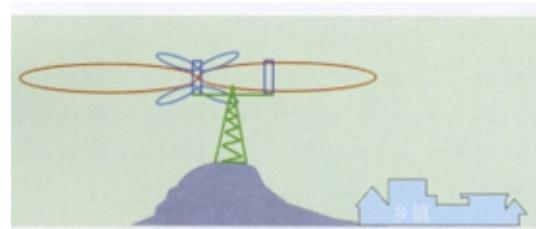

图3 产生“塔里黑”现象的天线安装示意图
(1) 在一些话务量较低的乡镇基站的建设中，往往是按照这样的思路来选择站点的，那就是无线信号要覆盖得远，信号覆盖要兼顾乡镇和公路，因此许多站点都选择在比较高的山顶上，而这些基站又都是全向站，这样一来就忽略了一个问题，那就是全向天线的信号波瓣是水平辐射的，信号波瓣没有下倾辐射，天线位置越高，离基站越近的地方信号电平就会越低，甚至于没有信号，正所谓“塔下黑”现象。如图3：